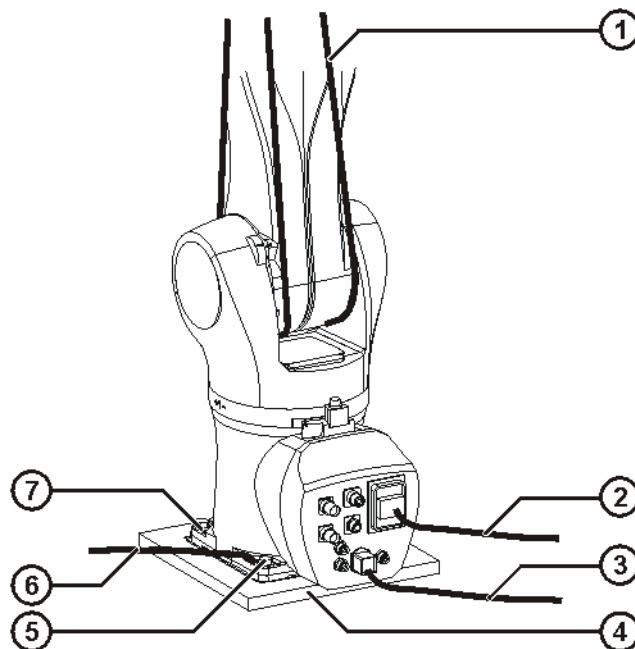

Abb. 10-2: Bodenroboter ausbauen
2. Motorleitungs- und Datenleitungsstecker lösen und abziehen (>> Abb. 10-2).